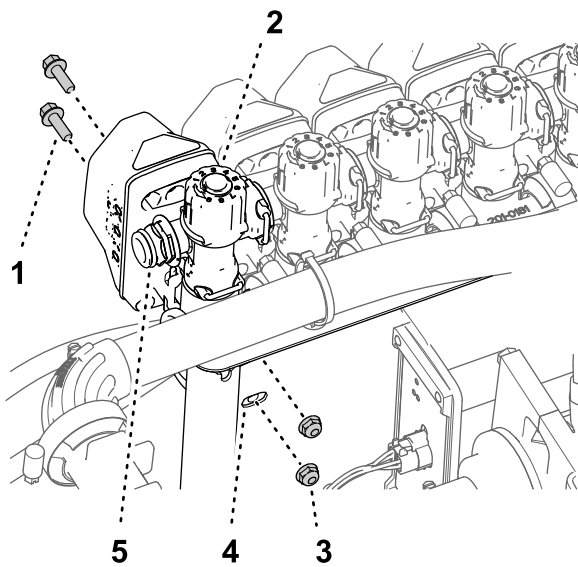
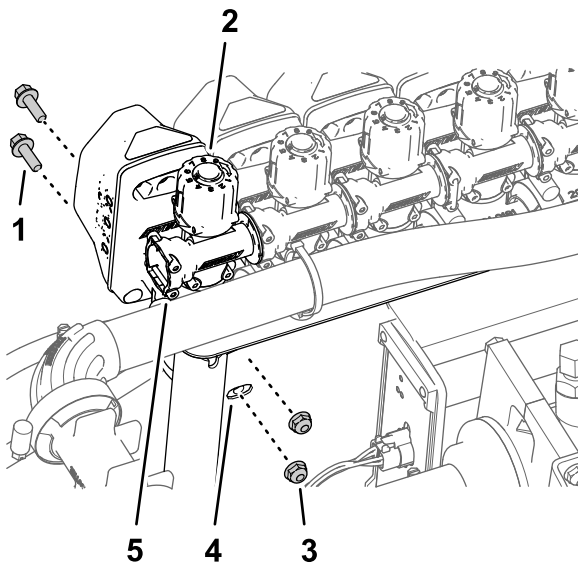

图107
图108
3. 使用在 从歧管安装架上卸下喷洒段阀 (页码 28) 的步骤 2 中卸下的 2 个凸缘头螺栓  $\frac{1}{4} \times \frac{3}{4}$  英寸和 2 个锁紧螺母  $\frac{1}{4}$  英寸将喷嘴阀 10 固定到阀门安装架上图 107 或图 108。